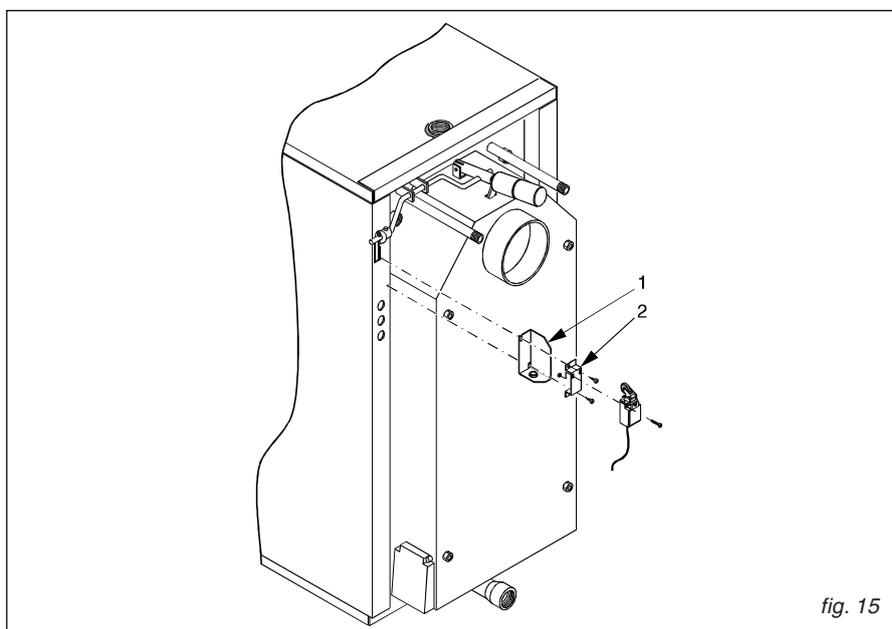

fig. 15
- B) Montare il pomello (pos. 2).
- E) Il riscontro del microinterruttore (pos. 4) è fissato in posizione con il grano (pos. 5) (per il corretto posizionamento del microinterruttore, vedere fig. 15).
Rif. fig. 15